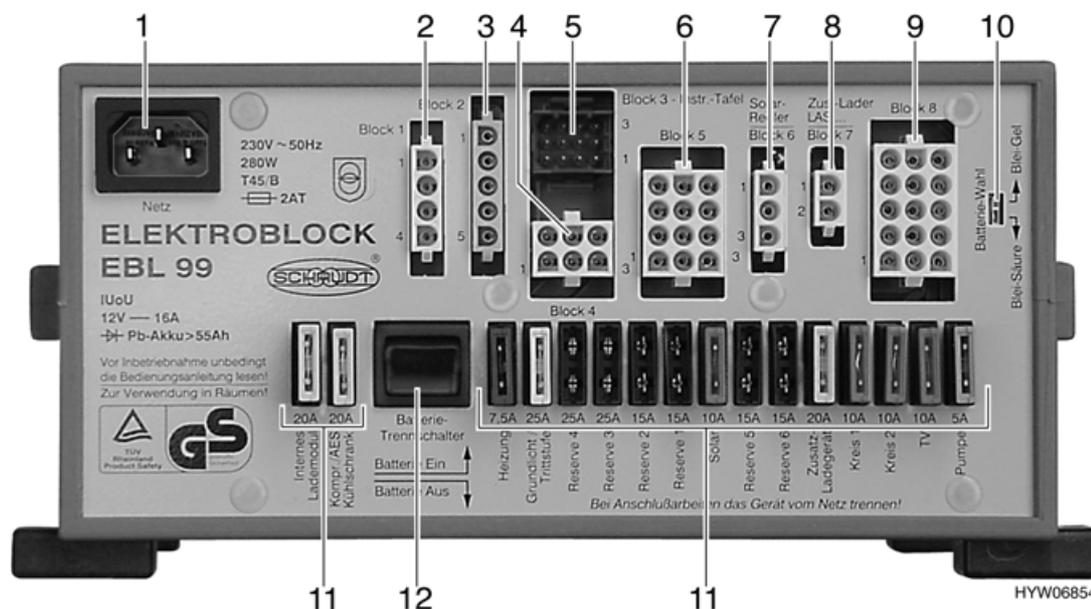

Fig. 36 Centralina elettrica EBL 99
La centralina elettrica (Fig. 36) è situata dietro il sedile del guidatore, nel sedile.
L'interruttore staccabatteria (Fig. 36,12) serve a disinserire tutte le utenze a 12 V dell'abitacolo. In tal modo si evita uno scaricamento eccessivo della batteria dell'abitacolo nei lunghi periodi di fermo del veicolo (per esempio in occasione di inattività temporanea).
- ▶ L'impostazione di stabilimento del selettore batteria (Fig. 36,10) ("Piombo-Gel") non deve essere modificata.